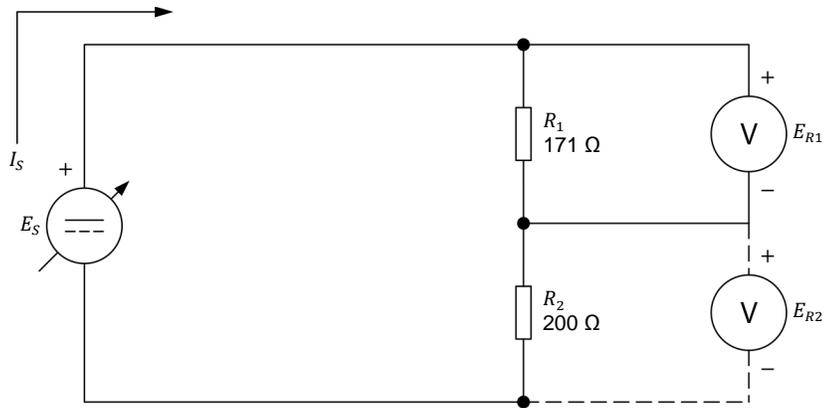

Figure 26. Mesurer la puissance dans un circuit avec des résistances en série.
12. Montez le circuit montré dans la figure 26. Pour obtenir l'arrangement de résistances dans la figure 26, effectuez la ou les connexion(s) et réglage(s) des commutateurs nécessaire(s) sur le module Charge résistive.
La tension aux bornes de la résistance R_2 sera mesurée séparément à une autre étape. Pour cette raison, le symbole du voltmètre est en ligne pointillée pour E_{R2} dans la figure 26.
15. Déconnectez le voltmètre de la résistance R_1 et connectez-le aux bornes de la résistance R_2 , tel que montré dans la figure 26.